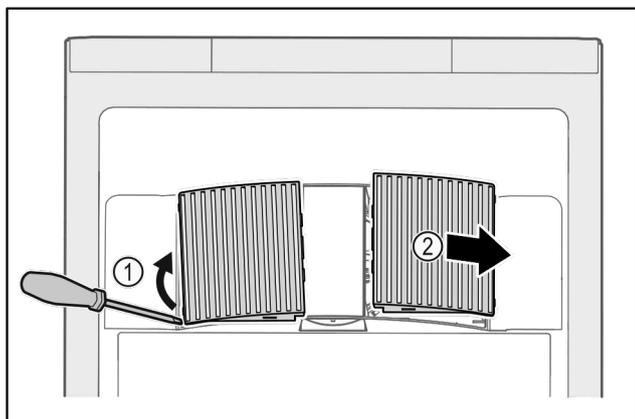

Fig. 172
- u Ventilatorabdeckungen vorsichtig von der Seite heraushebeln Fig. 172 (1) und nach vorne abnehmen Fig. 172 (2).